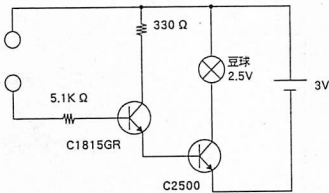

図 7
⑤STEP 4 : コードの両端を手で持つと豆電球が点灯する回路の製作 (図7、8)